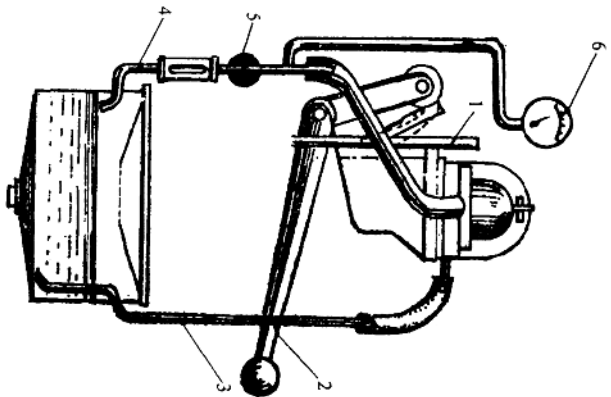

图 1-31 测试汽油泵出油流量
(2) (图 1-31) 汽油泵出油流量的简单测试方法。将汽油泵固装在座板 1 上，摇动摇杆 2，推动汽油泵摇臂工作，使汽油管 3 吸入、从管 4 输出。在正常情况下，摇杆摇动 10 次左右，便应有汽油流出。在此设备上亦可检查汽油泵最大压力。将阀门 5 关